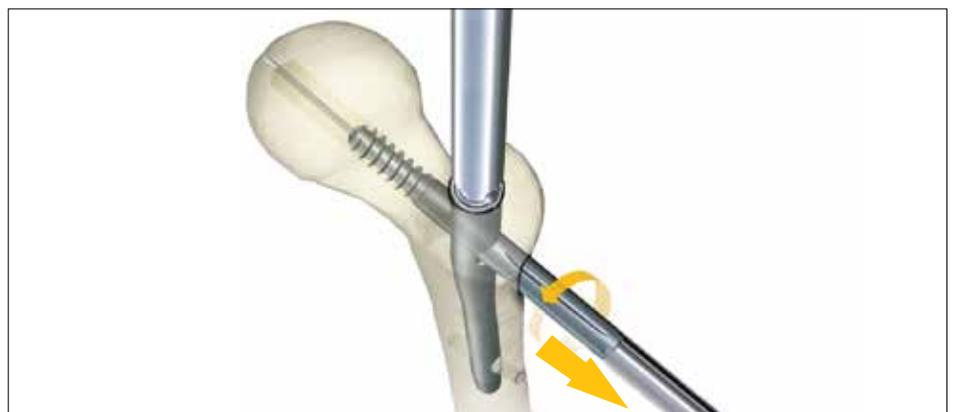

Fig. 173
Paso 4: extracción del tornillo cefálico (fig. 173)